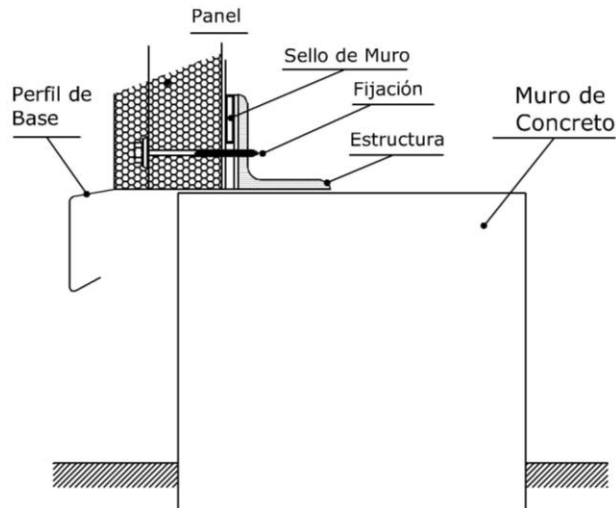

Fig. 6
- 4.3.6** Es recomendable interponer entre el perfil de base y los paneles un sello para evitar infiltraciones de aire. (Fig. 6)
- 4.3.7** En el caso en que los paneles sean producidos con una película transparente autoadhesiva, ésta debe que ser removida en tierra antes de la primera instalación. (Fig. 6)